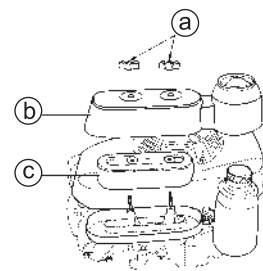

Fig. 35
9.5 Filtro de ar (veja a fig. 35)